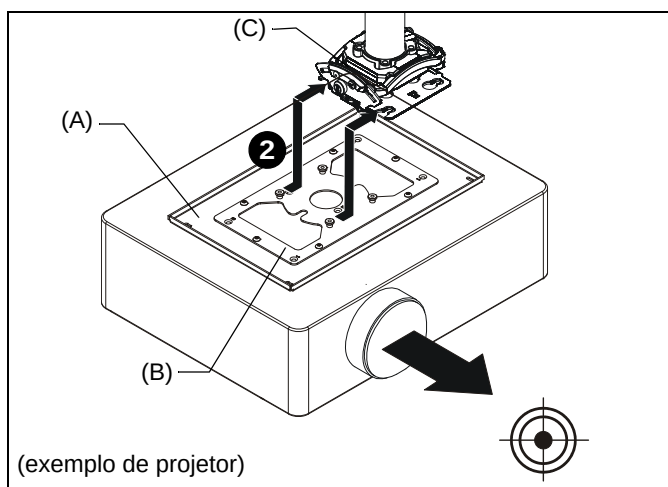

Figura 5
1. Oriente o projetor com o suporte do projetor. (Veja a figura 5)